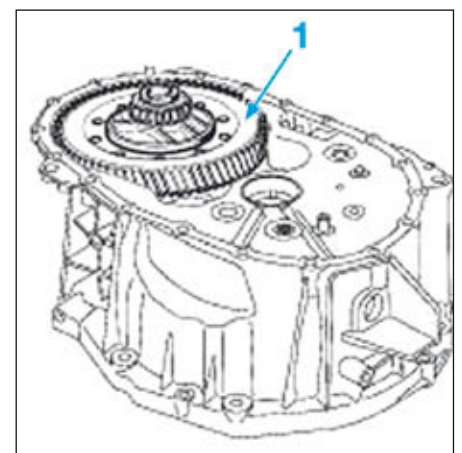

FIG.40
- Déposer le différentiel (1) (Fig.40).